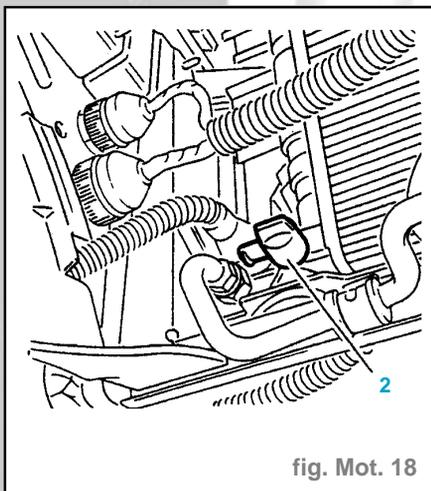

fig. Mot. 18
- Desserrer la vis de vidange (2) du radiateur (fig. Mot. 18).